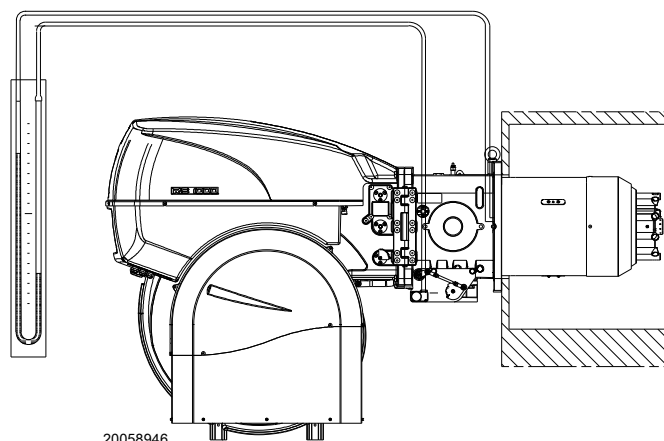

图 26
- 安装一个U型压力计或一个“微分压力计” (图 26)，(+) 端接管路的燃气压力，(-) 端接炉膛。
燃气是否到的燃烧头可通过 U 型压力表 (图 26) 查看。